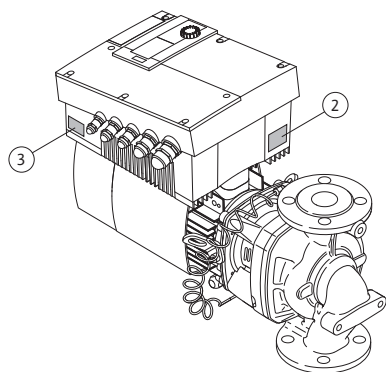

Fig. 12: Tipa tehnisko datu plāksnīšu atrašanās vieta:
- Piedziņas tipa tehnisko datu plāksnītē atrodas uz elektronikas moduļa, kabeļievadu pusē (Fig. 12, 3. poz.). Pieslēgšana elektrotīklam jāveido atbilstoši datiem uz piedziņas tipa tehnisko datu plāksnītes.